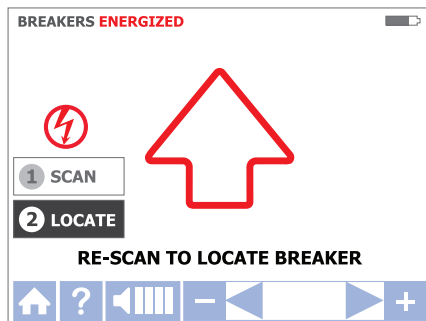
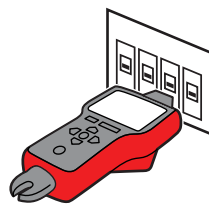

Figura 3.4c
Figura 3.4d
- b. Procure cada disjuntor/fusível durante meio segundo tocando no mesmo com o Sensor de ponta. Certifique-se de que a ranhura no Sensor de ponta está paralela horizontalmente ao disjuntor/fusível (Ver Figura 3.4d)
- a. Selecione o modo LOCALIZAR usando as setas direcionais para selecionar este modo de funcionamento e prima o botão "ENTER" amarelo. (Ver Figura 3.4c)
- b. Volte a procurar cada disjuntor/fusível tocando em cada um com o Sensor de ponta durante meio segundo. A seta vermelha ativa indica que a procura está em curso (ver Figura 3.4c). Certifique-se de que a ranhura no Sensor de ponta está paralela horizontalmente ao disjuntor. (Ver Figura 3.4d)